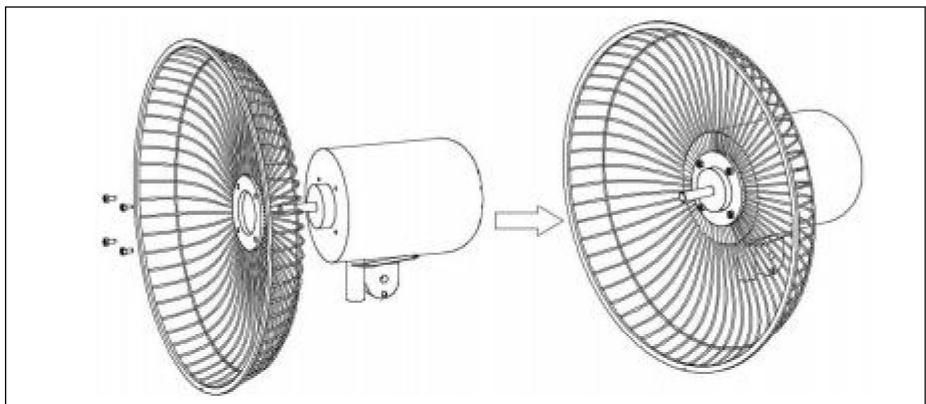

Fig. 5.
1). Ta bort gällerskruvarna från motorhuvudet. Fäst sedan baksidan galler (13) på motorhuvudet med den bakre gällerskruven (15) som visas i diagrammet (fig. 5.)